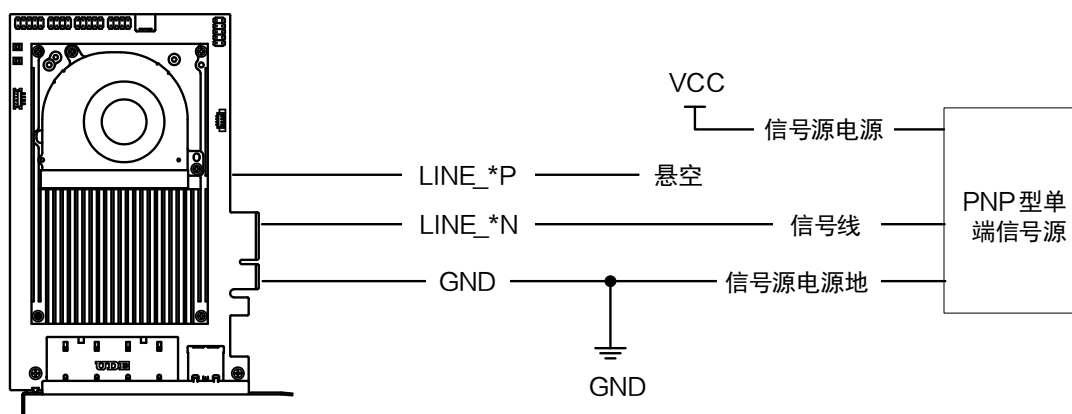
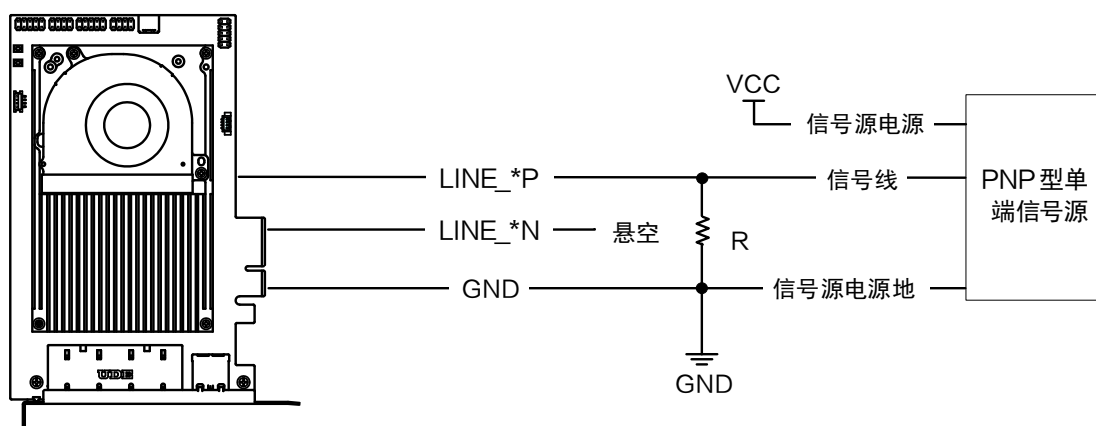

图4-4 PNP 单端输入接线（无需下拉电阻）
图4-5 PNP 单端输入接线（需下拉电阻）
- PNP 型单端信号源提供触发信号时，有两种不同的接法，如图 4-4 和图 4-5 所示，其中图 4-5 接线图中下拉电阻的阻值范围为 $1 \sim 4.7 \text{ K}\Omega$ 。